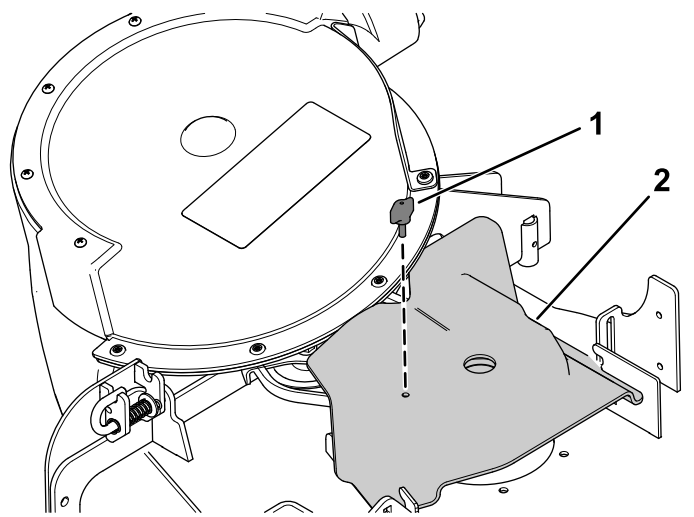

Figura 48
2. Montate il coperchio del copricinghia del soffiatore sulla cinghia del soffiatore e fissate il copricinghia con la manopola (Figura 48).